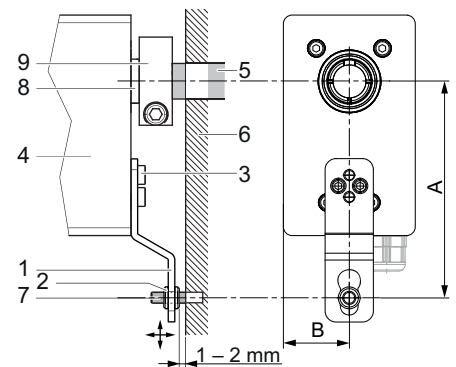
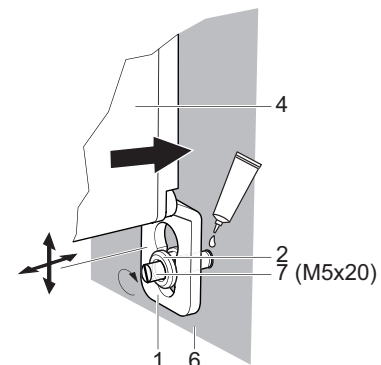

Bild 3: Einbaumaße; Maschinenwelle (5), Abtriebswelle (8), Klemmring (9)
Bild 4: Schaftschraube befestigen
- ▶ Montageposition der Schaftschraube (7) ermitteln (Bild 3).
- ▶ M5-Gewindebohrung in dem Maschinengehäuse (6) herstellen.
- ▶ Gewinde der Schaftschraube (7) mit Schraubensicherungsmittel benetzen (Bild 4).
- ▶ Schaftschraube (7) im Uhrzeigersinn in das Maschinengehäuse (6) eindrehen (Bild 4). Anzugsdrehmoment abhängig vom Material des Maschinengehäuses; zum Beispiel Aluminium: 2,3 Nm.